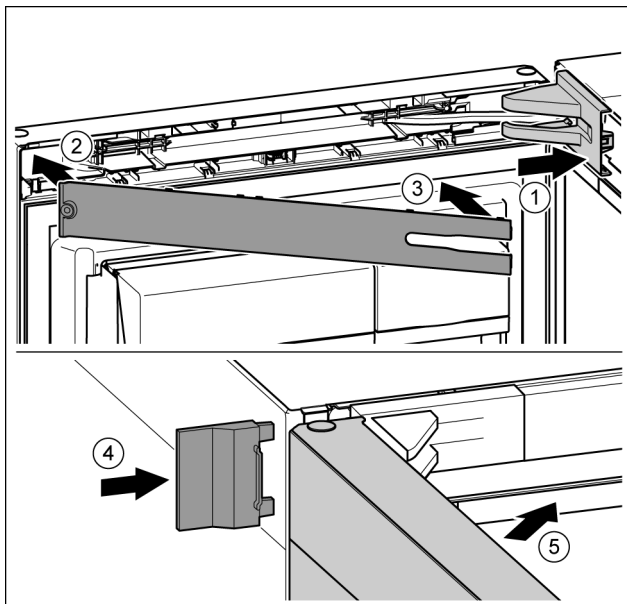

Fig. 26
- ▶ Helyezze fel és pattintsa be a csapágybak fedelét, szükség esetén óvatosan nyomja szét. Fig. 26 (1)
- ▶ Helyezze fel a lemezt. Fig. 26 (2)
- ▶ Fordítsa be és pattintsa be a lemezt. Fig. 26 (3)
- ▶ Tolja fel a külső fedelet. Fig. 26 (4)
- ▶ Csukja be a felső ajtót. Fig. 26 (5)